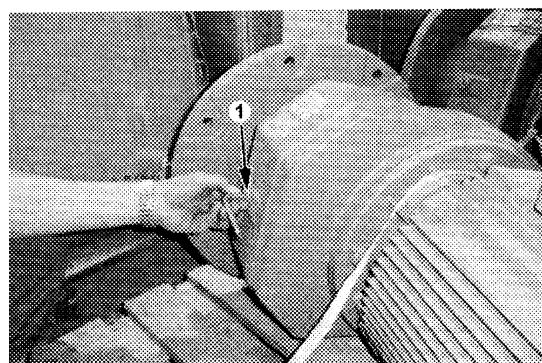

Fig. 30
- c) Checking the oil level in the reducer: By means of an Allen wrench remove the cap (fig. 30/1) and check that the oil level is just below the cap.
- c) Contrôler le niveau d'huile du réducteur: À l'aide d'une clé Allen enlever le bouchon (fig. 30/1) et observer le niveau d'huile qui doit être juste au dessous du bouchon.
- c) Controlar nivel de aceite del reductor: Mediante una llave Allen quitar el tapón (fig 30/1) y observar el nivel de aceite que tiene que estar justo por debajo del tapón.